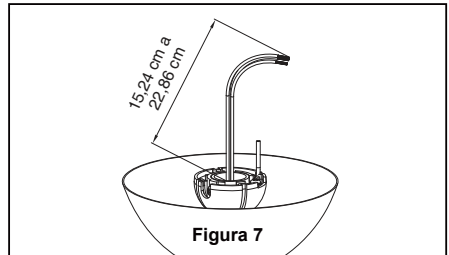

Figura 7
- ☐ 7. Corte el exceso de cable aproximadamente de 15 a 23 cm (6 a 9 pulgadas) por encima de la parte superior del barral. Pele 1,2 cm ($\frac{1}{2}$ ") del aislamiento en cada extremo del cable. (Figura 7)